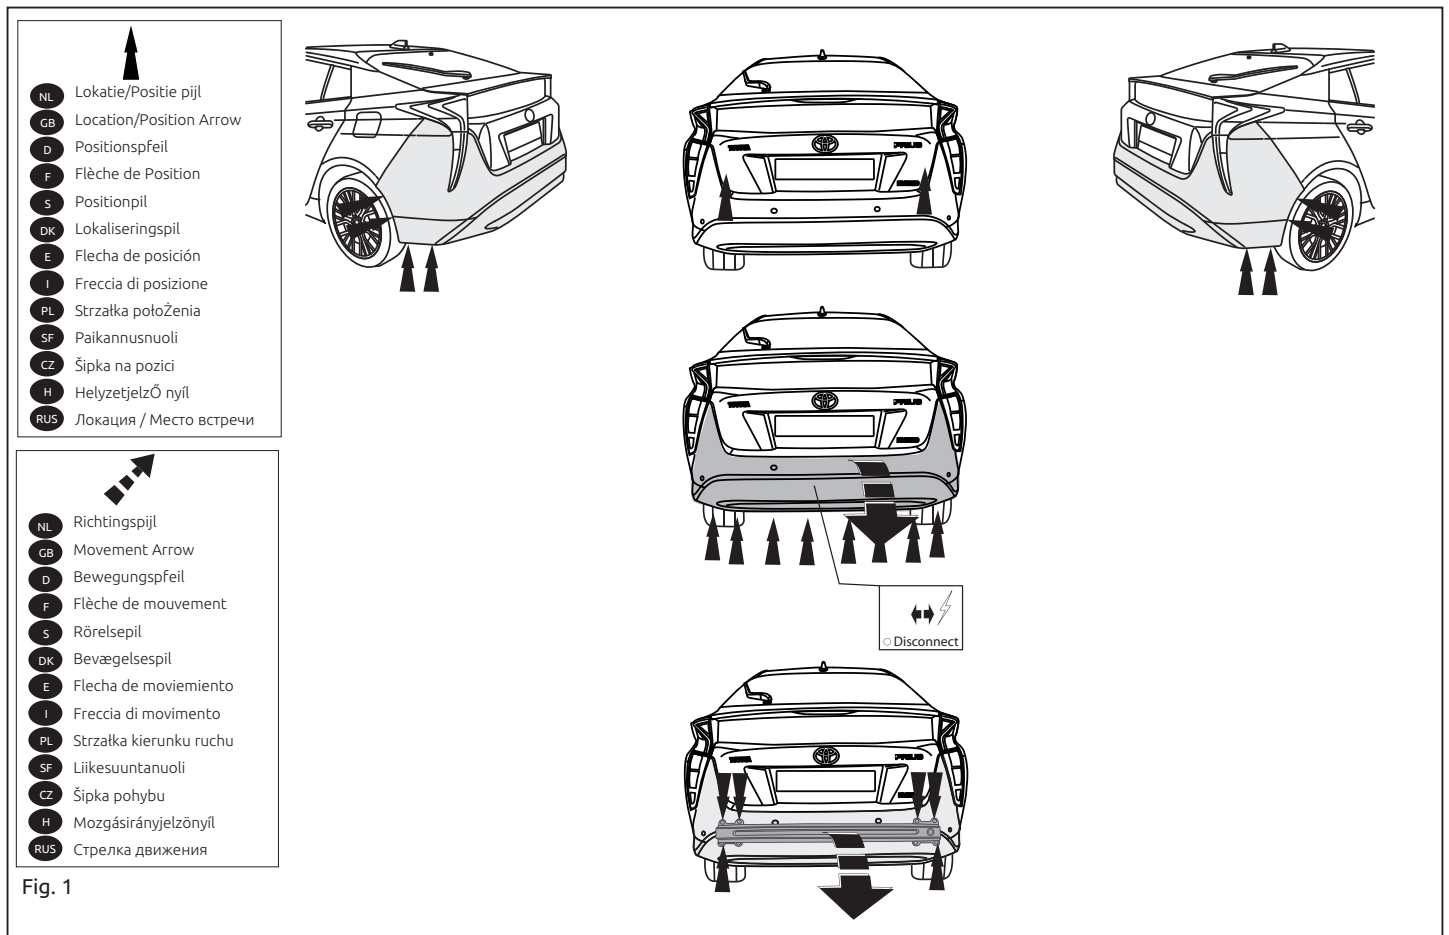

Fig. 1
1. Remove the bumper and the steel buffer beam from the vehicle. The buffer beam will no longer be needed. Replace the bolts. See figure 1.
- Die Stoßstange einschließlich des stählernen Stoßbalkens vom Fahrzeug abmontieren. Der Stoßbalken wird nicht mehr benötigt. Die Schrauben wieder anbringen. Siehe Abbildung 1.
1. Déposer le pare-chocs du véhicule y compris la traverse en acier ; la traverse ne sera plus utilisée. Remettre les boulons de fixations en place. Voir la figure 1.
1. Demonter kofangeren, inklusive køretøjets stålstødbjælke. Stålstødbjælken skal ikke længere anvendes. Sæt boltene på plads igen. Se fig. 1.